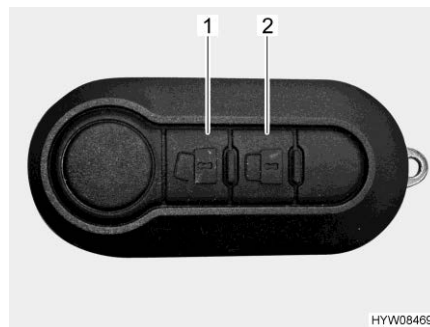

Fig. 50 Mando a distancia del cierre centralizado (2 teclas)
- Pulsar la tecla  (Fig. 50,1) una vez brevemente. Las cerraduras de las puertas estarán desbloqueadas.
- Pulsar la tecla  (Fig. 50,2) una vez brevemente. Las cerraduras de las puertas estarán bloqueadas.